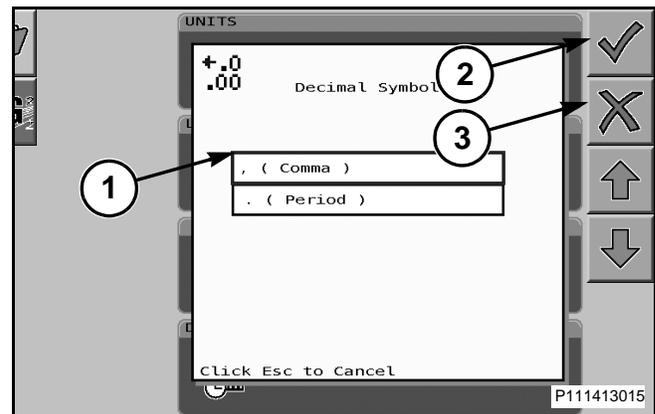

FIG. 71
FIG. 71: Para seleccionar el tipo de separador, desplácese a través de la lista desplegable para resaltar una selección (1) y a continuación presione el botón de la rueda de selección o la tecla rígida situada junto al icono de marca de verificación (2) para aceptar el ajuste. Para cancelar la selección, presione la tecla rígida situada junto al icono X (3).